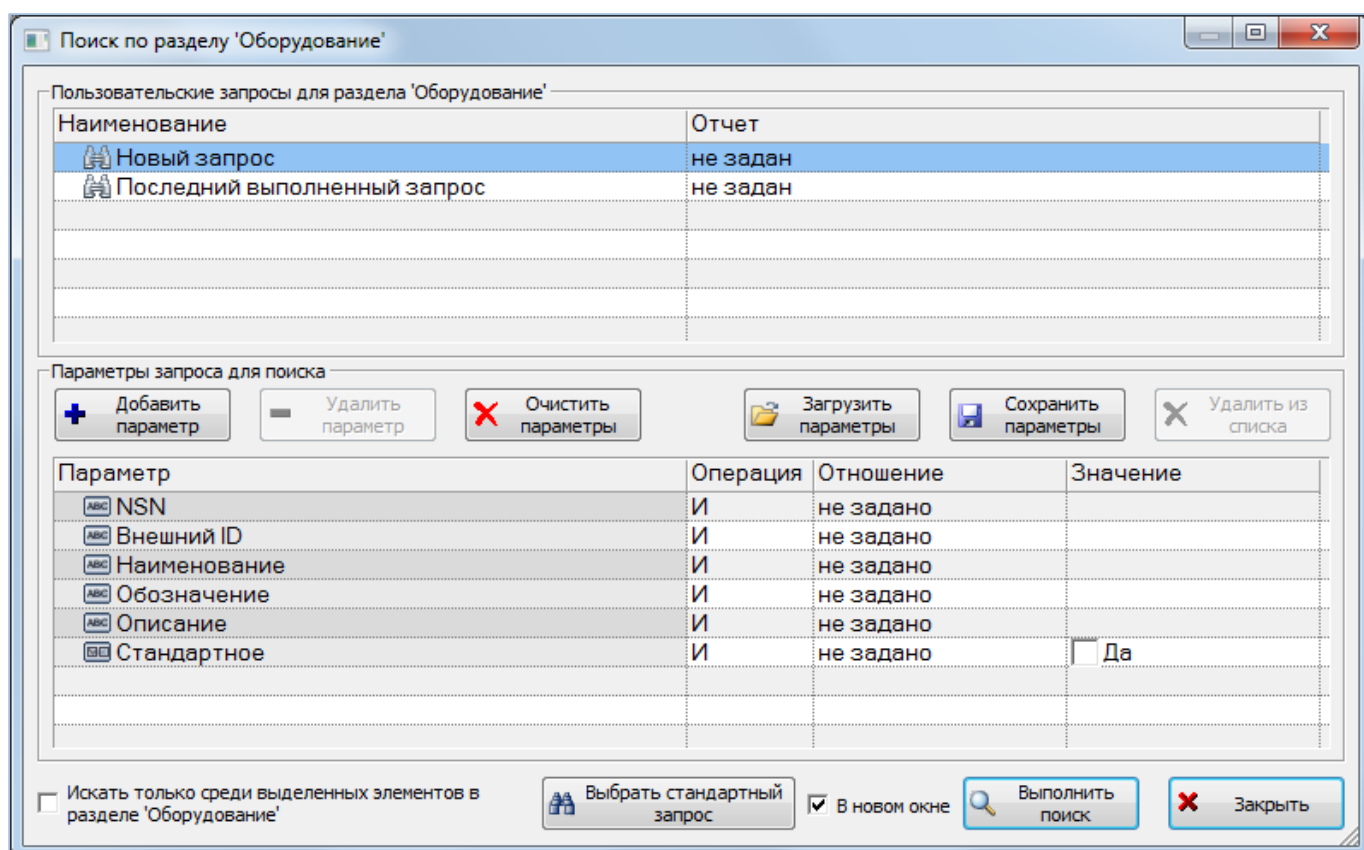

Рис. 9-80 – Окно «Поиск по разделу «Оборудование»
2) Нажать кнопку «Поиск» панели «Правка». В результате откроется диалоговое окно «Поиск по разделу» с указанием названия раздела (рис. 9-80).